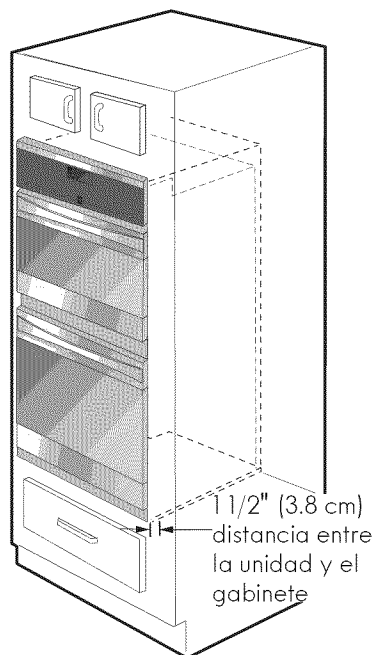

Figura 5
- 5** Insertar el horno en la abertura del gabinete. Deslizar el horno hacia dentro dejando 1½" (3,8 cm) de espacio libre entre el horno y la parte delantera del gabinete (ver la Figura 5).